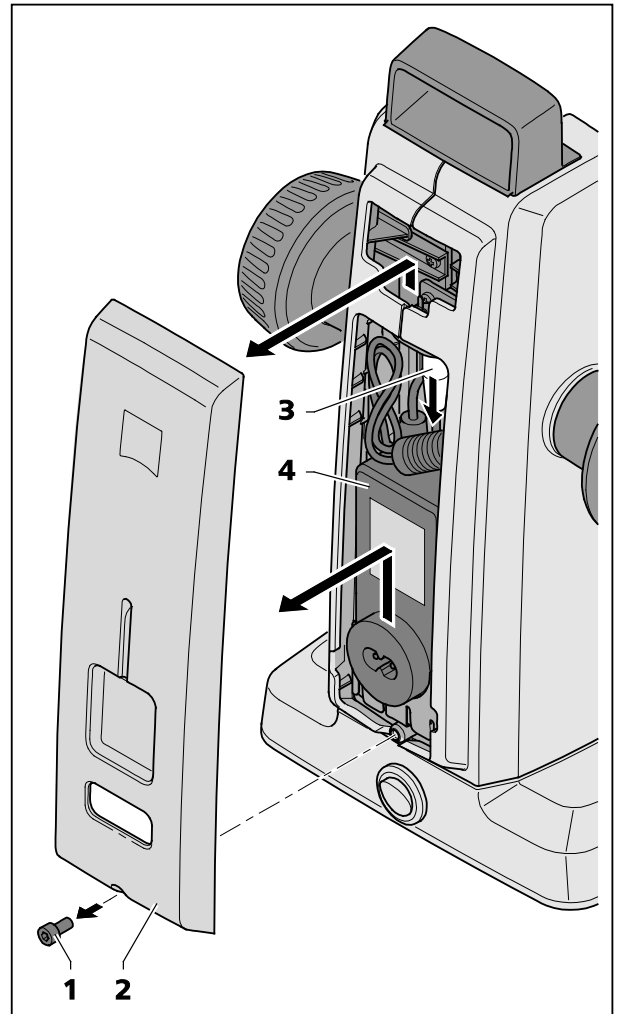

図 27 電源装置の交換
- 六角棒レンチを使用して、ハウジングカバー下側のボルト (図 27/1) を外します。
- ハウジングカバー (図 27/2) 下部を少し外して持ち上げます。
- コネクター (図 27/3) を外し、故障した電源装置 (図 27/4) を取り外します。